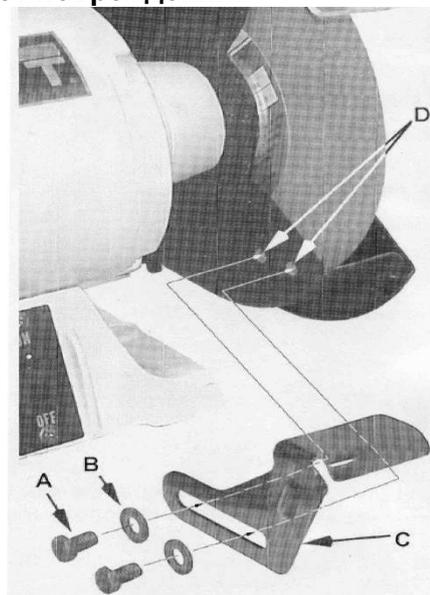

Рис. 1
См. Рис. 1:
1. Выньте подручники из верхней части пенополивинилхлоридового упаковочного слоя. Имеется правый и левый подручники. Смотрите на Рис. 1, чтобы убедиться в том, что вы устанавливаете их правильно.
2. Используя болты (А) и шайбы (В) из пластикового пакета, зафиксируйте подручники, накрутив два болта (А) через две плоские шайбы (В) и кронштейн подручника (С) на корпус круга (D), как показано на Рисунке 1.